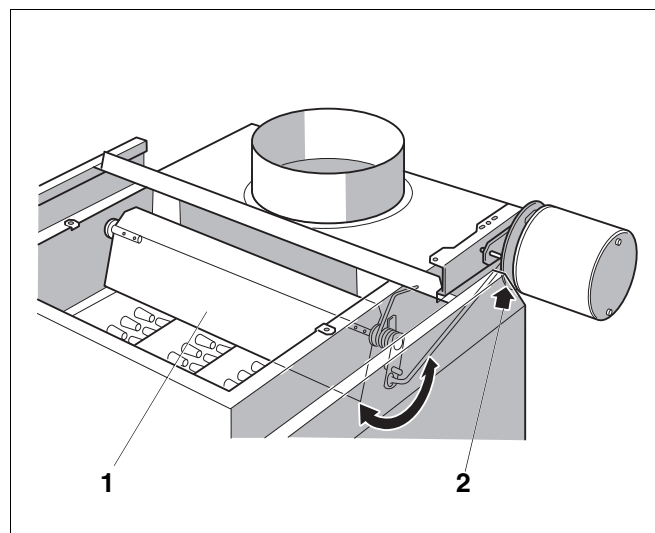

Рис. 31 Запорный клапан дымовых газов в положении "Закрето"
- При запросе на покрытие тепловой нагрузки запорный клапан дымовых газов (рис. 31, **поз. 1**) должен переходить в положение "Открыто". Проконтролируйте это по движению рычажка (рис. 31, **поз. 2**). Только когда полностью будет достигнуто положение "Открыто", можно включать газовую горелку.